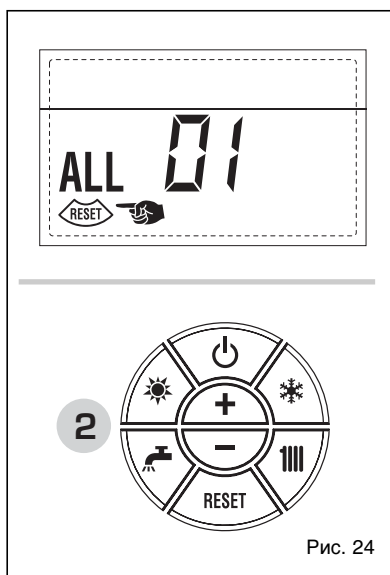

Рис. 24
– НЕПОЛАДКА - НИЗКОЕ ДАВЛЕНИЕ ВОДЫ, «ТРЕВ 02» (рис. 24/а)